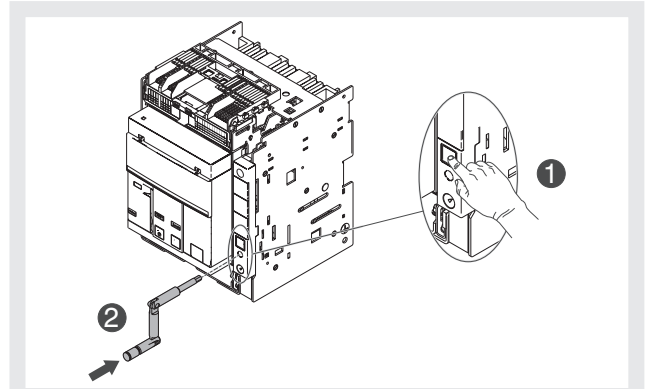

Figure 34
5. Appuyer sur le bouton de blocage et introduire la manivelle dans la partie mobile. Dans cette phase la partie mobile est encore en position **DISCONNECT**. Voir Figure 34.